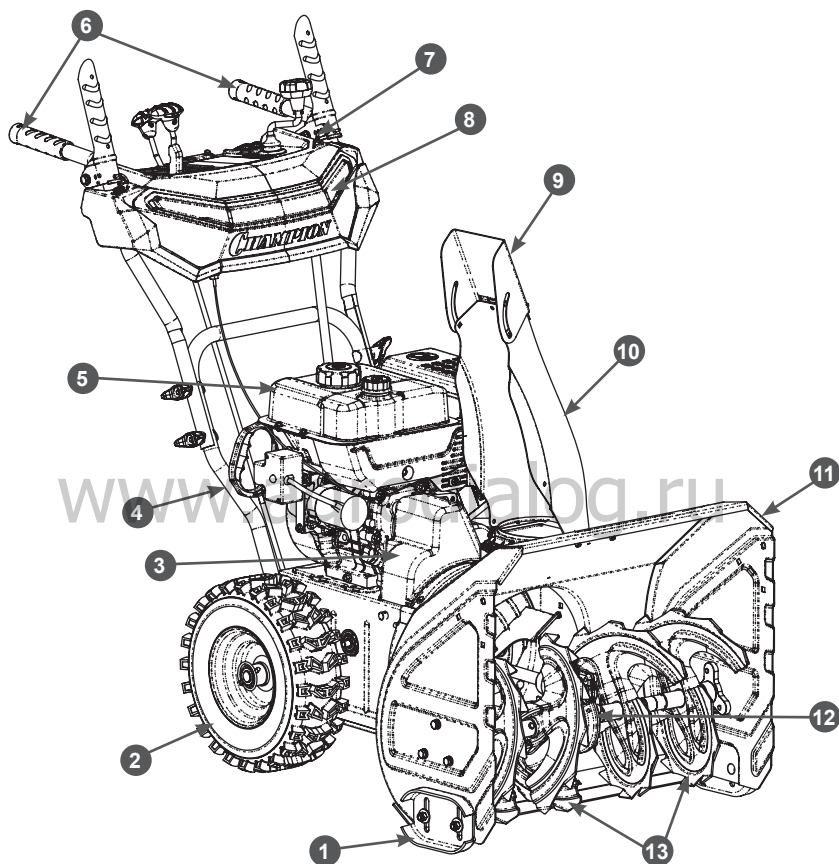

Рис. 1. Основные узлы и органы управления (общий вид)
Основные узлы и органы управления показаны на Рис. 1, 2, 3.
- открутите болты крепления и снимите кожух 3 защитный ремней (Рис. 1);